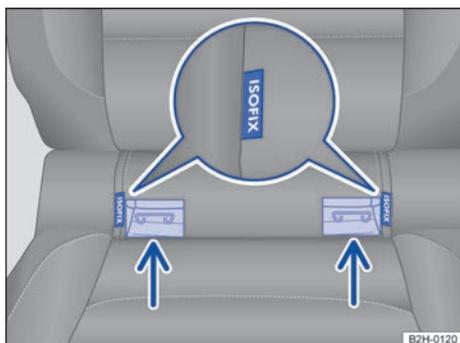

Fig. 72 Señalización en el asiento del vehículo de los puntos de anclaje inferiores para el asiento para niños.
- Encaje el asiento para niños en las argollas de sujeción en el sentido de las flechas → **fig. 72**. Las aberturas para encajarlo se encuentran en
- Coloque el asiento para niños sobre la banqueta del asiento y fije los ganchos de los cinturones de fijación a las argollas de sujeción → **fig. 72**.